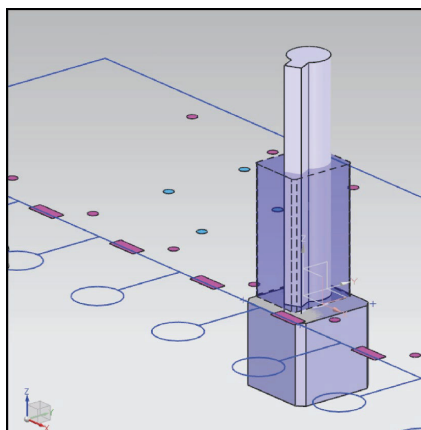

Рис. 8.17. Созданный пользователем пуансон
35. Создайте инструмент. Нажмите кнопку **Создание пробивки, задаваемой пользователем**. На рис. 8.17 представлен пуансон пользователя.